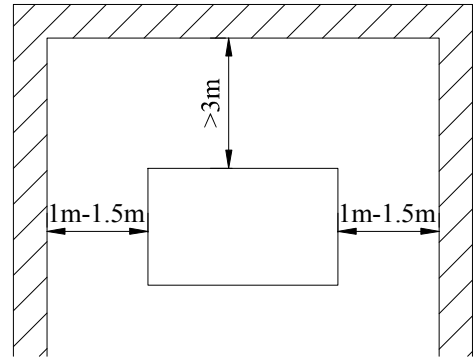

图 5 风冷式安装位置
- 7) 风冷式 RSC 型组合式干燥机除检修空间要求 1m~1.5m 外，排风口距墙或其它机器需>3m（见图 5）。如果距离不能满足大于 3 米时，则需在墙上开孔并做风道，以利冷凝器热量散发。